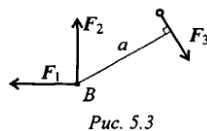

Рис. 5.3
3. Найти момент присоединенной пары при переносе силы  $F_3$  в точку  $B$  (рис. 5.3).  $F_1 = 10 \text{ кН}; F_2 = 15 \text{ кН}; F_3 = 18 \text{ кН}; a = 0,2 \text{ м}$ .